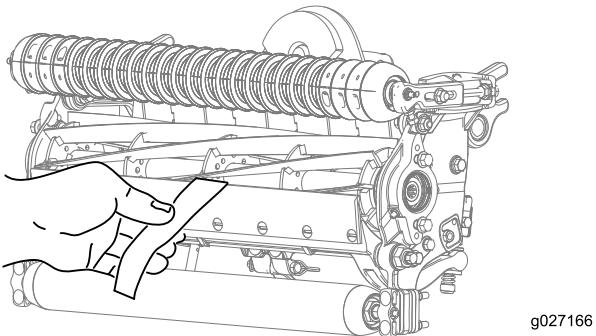

Figura 10
- Verificate le prestazioni di taglio inserendo una lunga striscia di carta di verifica del taglio Toro tra il cilindro e la controllama, perpendicolarmente alla controllama (Figura 10). Ruotate **lentamente** il cilindro in avanti; questa operazione dovrebbe tagliare la carta.